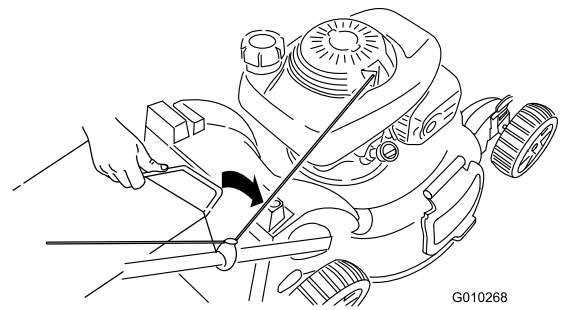

Bild 28
3. Setzen Sie den Fangkorbgriff in die Kerben oben am Rasenmäher ein (Bild 28).